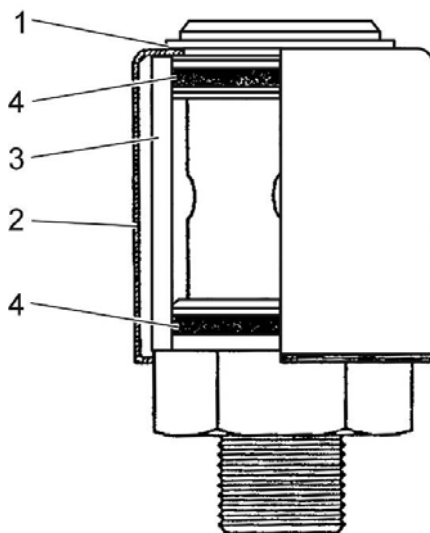

Рис. 5.27. Клапан-сапун бака рабочей, гидравлической системы (устройство)
3. Выкрутить сапун (Рис. 5.27) из бака. Вынуть стопорное кольцо (1) и снять крышку (2), вынуть фильтрующий элемент (3), промыть его общедоступным, негорючим растворителем и тщательно высушить. Проверить состояние уплотнительных колец (4). Изношенные или поврежденные кольца необходимо заменить. Установить на место фильтрующий элемент (3) и крышку (2) и застопорить крышку кольцом (1). Закрутить пробку заливного отверстия бака.